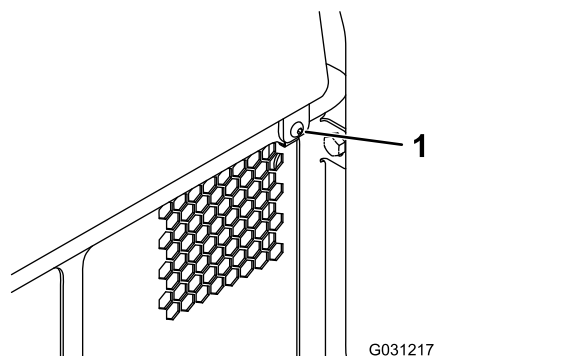

図 36
1. 締結具を取り外す 図 36。
2. 後アクセスカバーを持ち上げると内部にアクセスできるようになる 図 36。